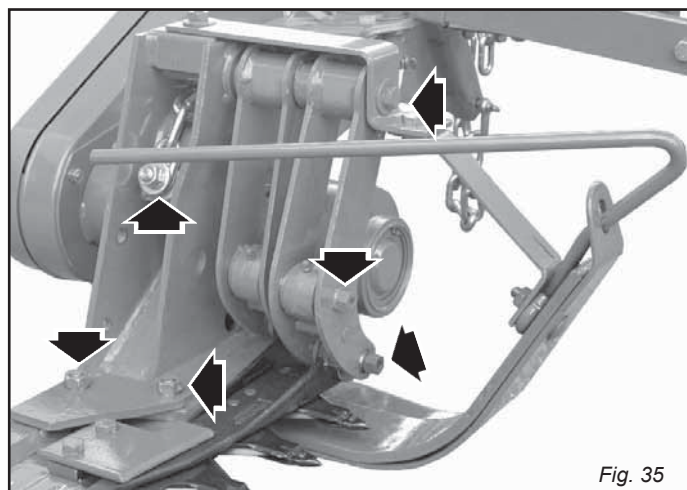

Fig. 35
- În primele ore de lucru, controlați strângerea șuruburilor (Fig. 35).
- Controlați strângerea buloanelor bielelor (Fig. 35).